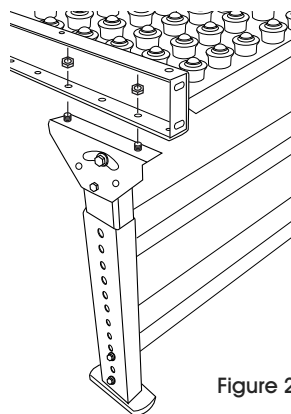

Figure 2
2. **Boulonner deux supports en H à un cadre de table :** Positionnez les supports en H à l'extrémité du cadre de table. Fixez la table aux supports en H à l'aide de boulons. (Voir Figure 2)